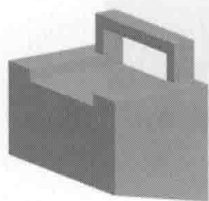
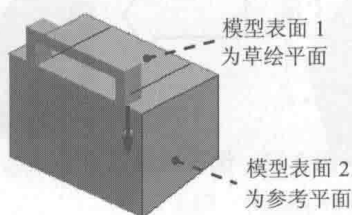

图 2.7 拉伸特征 3
图 2.8 定义草绘平面
Step4. 创建图 2.7 所示的拉伸特征 3。在 **模型** 功能选项卡的 **形状** 区域中单击“拉伸”按钮 ，选取图 2.8 所示的草绘平面和参考平面，方向为 **右**；绘制图 2.9 所示的截面草图，在操控板中定义拉伸类型为 **至**，输入深度值 8，按 Enter 键确认；单击  按钮调整拉伸方向；单击  按钮，单击  按钮，完成拉伸特征 3 的创建。